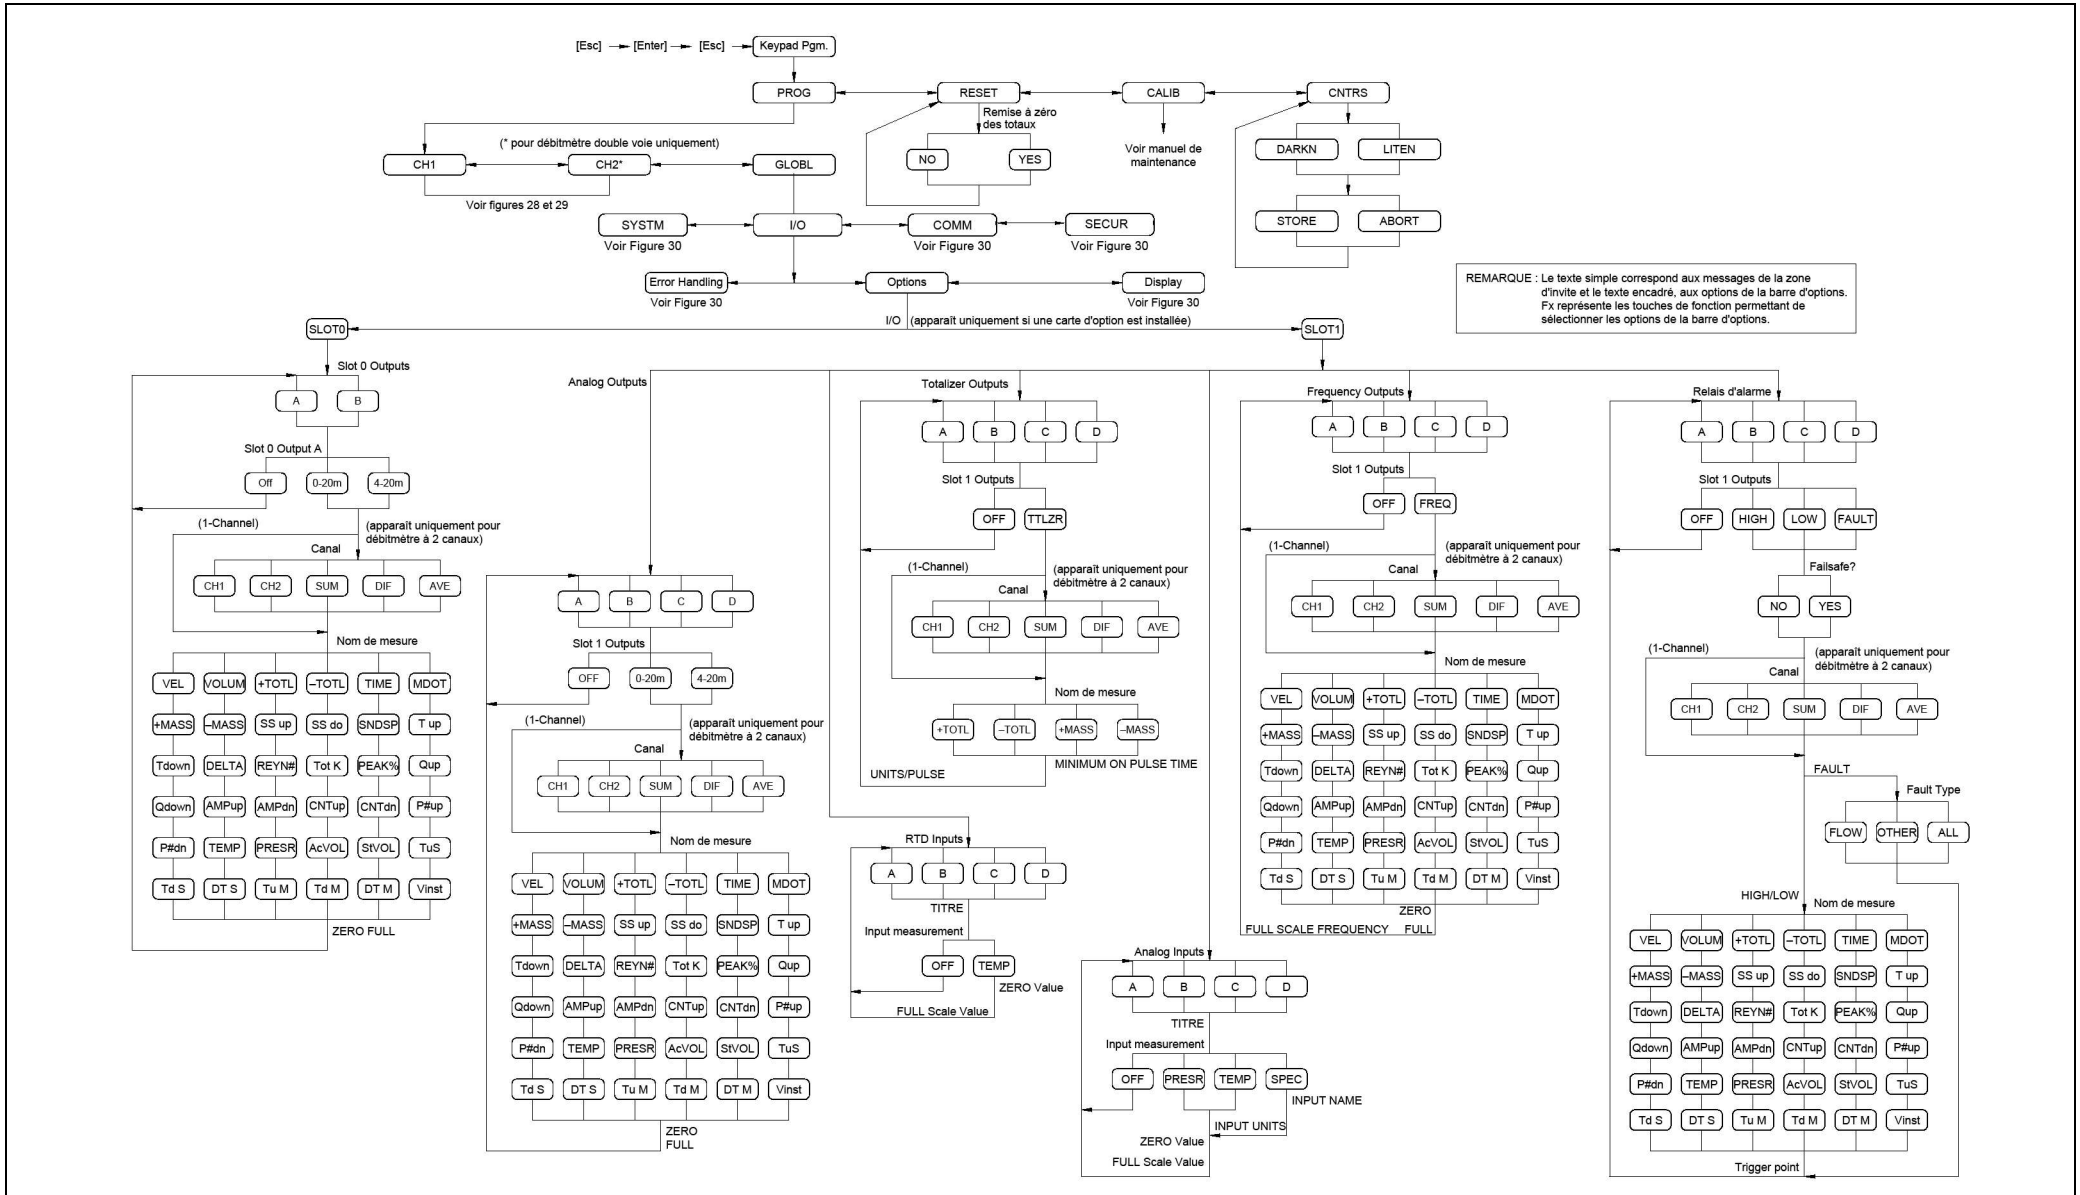

Figure 31: menu PROG > GLOBL > I/O > OPTIONS
- Figure 31, « "menu PROG > GLOBL > I/O > OPTIONS" », page 62